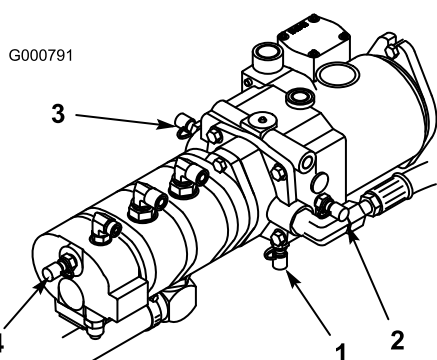

Figure 77
4. La prise d'essai D est située au bas de la transmission hydrostatique (Figure 77) et sert à mesurer la pression de charge de la transmission.
5. La prise d'essai E est utilisée pour mesurer la pression de déplacement en marche avant (Figure 77).
6. La prise d'essai F est utilisée pour mesurer la pression de déplacement en marche arrière (Figure 77).
7. La prise d'essai G sert à mesurer la pression du circuit de direction (Figure 77).